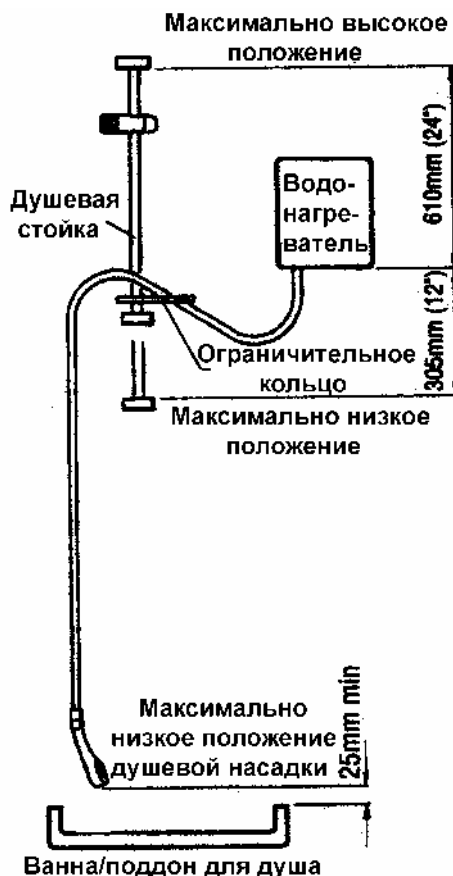

Рис.2.6
2.7 В случае, когда душевая насадка в свободно висящем положении находится на расстоянии менее 25 мм от уровня перелива ванной, душевого поддона или биде, рекомендуется установить ограничительное кольцо (см. рисунок 2.6).